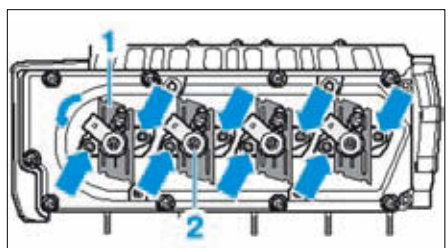

FIG. 41
- Dévisser les caches (1) des injecteurs (2) sur le couvre-culasse (Fig.41).